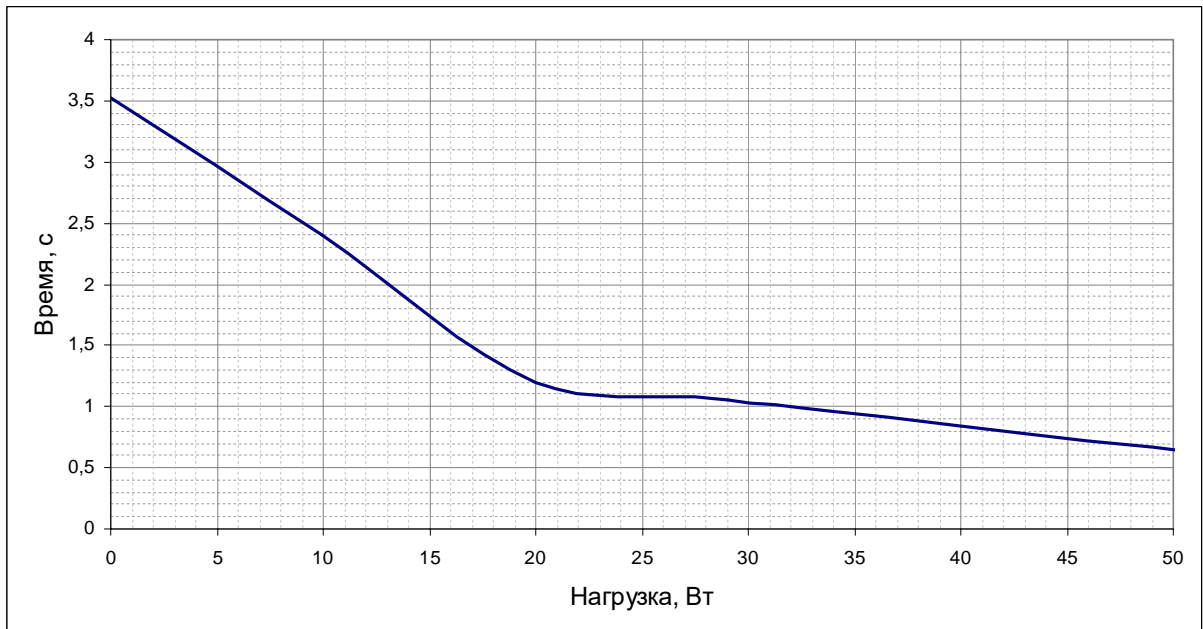

Рисунок 4 - График зависимости времени удержания напряжения 230 В от мощности нагрузки на выходе "ВЫХОД РЗА"
- БПК-5М применяется в случае срабатывания РЗ, устройств вторичной коммутации и управления приводом выключателя с учетом нагрузки за время, не более 0,8 с (пункт 4 таблицы 1 и рисунок 4);